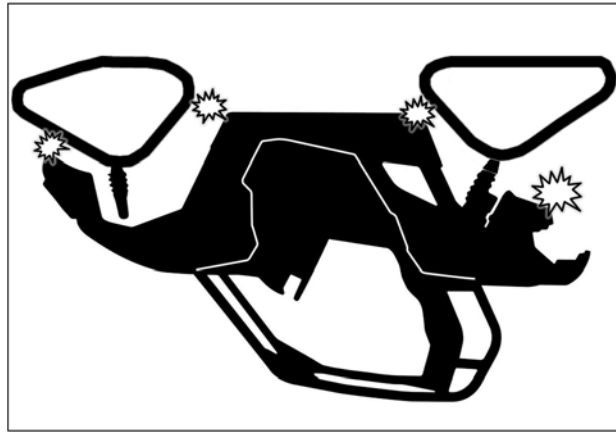

Fig. 28
2. Vérifier s'il y a possibilité de contact entre le système de traction et les coins inférieurs des ailes. Voir la Fig. 28